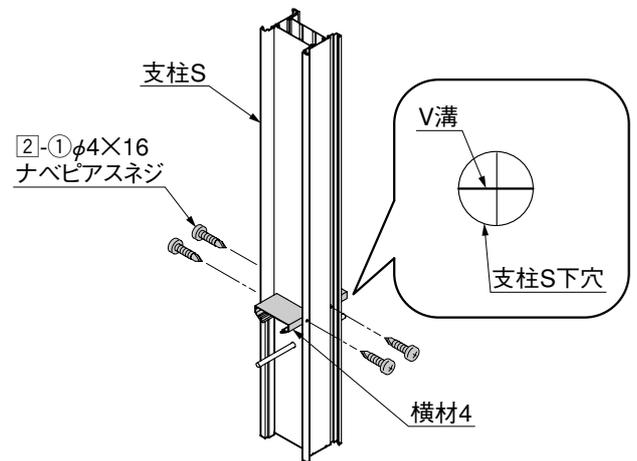

図3-2
② 支柱Sに横材4を②-①で取付けてください。(図3-2参照)